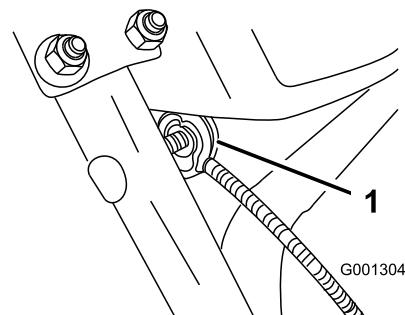

Figure 7
- Retirez l'écrou et la rondelle du guidon, fixez le serre-câble qui se trouve sur le câble au guidon, posez la rondelle et l'écrou, et serrez l'écrou à la main (Figure 7).